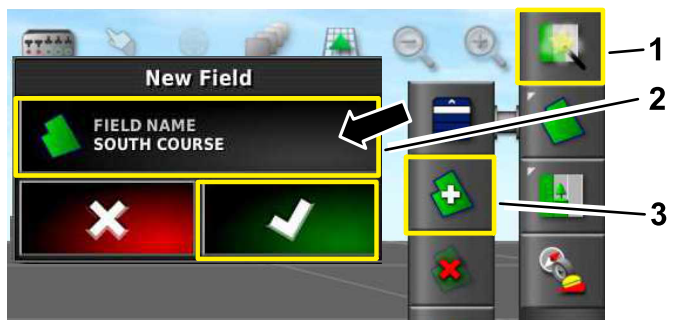

Figura 3
2. Selecione o nome do setor, nomeie o setor e confirme (Figura 3).